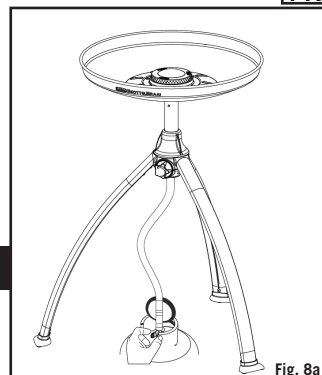

Fig. 8a
- Réglez l'intensité de la flamme au niveau souhaité en tournant le bouton de commande (K) dans le sens des aiguilles d'une montre pour diminuer la flamme et dans le sens inverse pour l'augmenter (Voir Fig. 8a et b).
- Après utilisation, commencez par fermer le robinet de la bouteille à gaz (le cas échéant). Lorsque la flamme est éteinte, fermez le robinet (K) de l'appareil en tournant le bouton de commande (K) totalement dans le sens des aiguilles d'une montre.
### Allumage avec une allumette ou un allume-barbecue (Voir Fig. 8a et 8b)